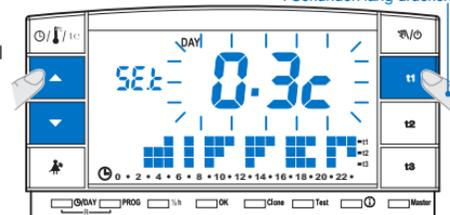

Abb. 36
- Betätigen Sie die Taste **t1** bis auf der Anzeige der aktuelle blinkende Differentialwert erscheint (Beispiel in Abb. 36 - Werkseinstellung **0.3c**).